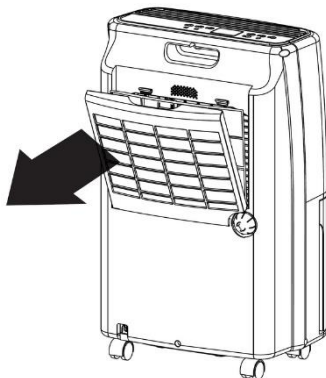

Fig. 1
- Ta tag i luftfiltret i överkanten och dra det mot dig för att ta bort luftfiltret från dess hållare. (Se fig. 1)